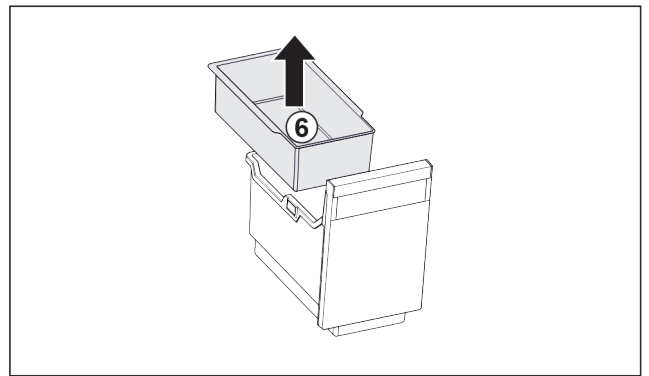

Fig. 34
- ▶ Wyjąć półkę zawieszaną Fig. 34 (6).